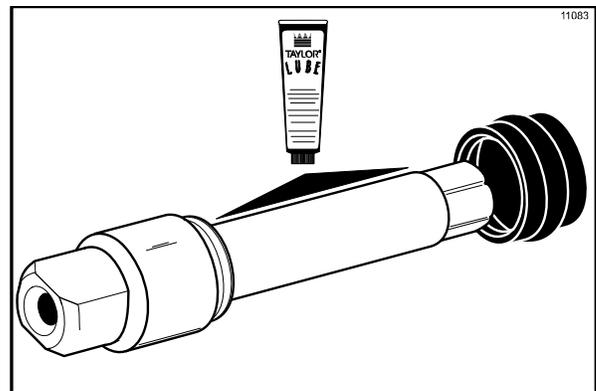

Figura 127
1. Antes de instalar el eje motor de la batidora de helados cremosos, lubrique la ranura del eje motor de la batidora. Monte el sello de bota del eje motor de la batidora en el extremo del eje e introduzca el extremo en la ranura del eje. Lubrique abundantemente la parte interna del sello de bota y el extremo plano del sello de bota que tiene contacto con el cojinete de armazón trasero. Aplique una capa uniforme de lubricante al eje. NO lubrique el extremo hexagonal. (Vea la figura 127).